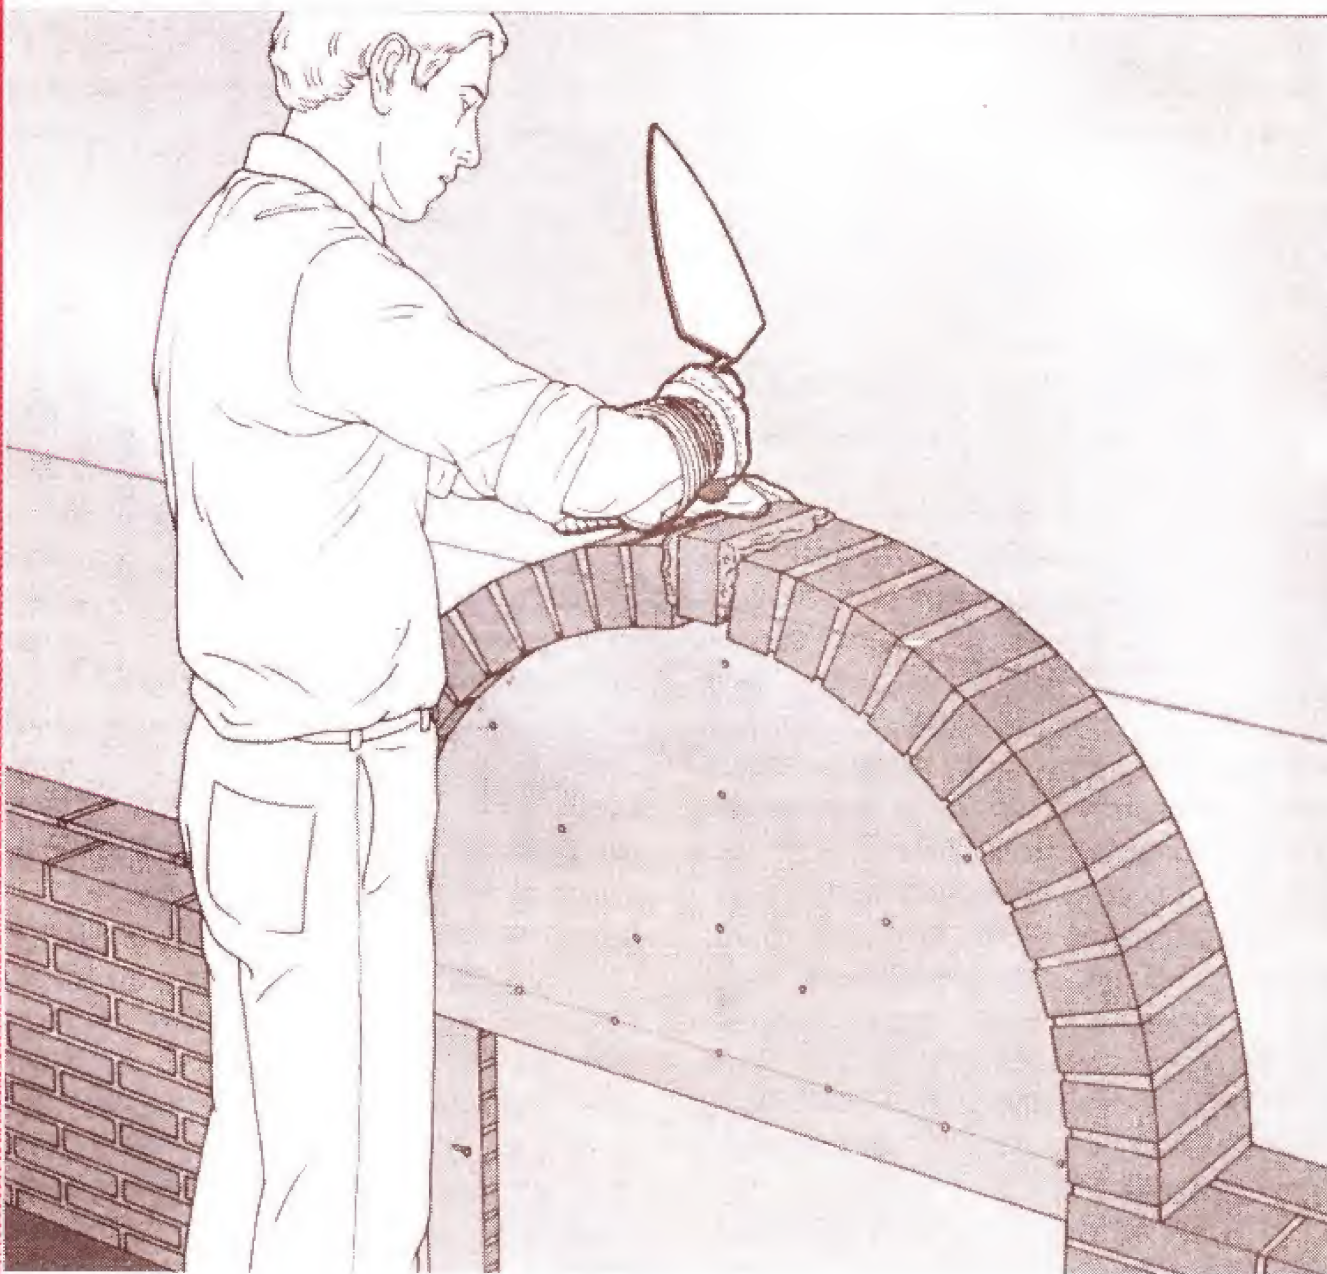

Рис.7.
5. Укладання ключової цегли (рис.7). Нанесіть розчин на один з боків отвору, залишеного для ключової цеглини. Потім нанесіть розчин на ключову цеглину, використовуючи техніку, описану в п. 4, зі скосом у напрямку площини софіта. Вставте цеглину в отвір і рукояткою кельні вбийте її впритул до "центра". Дочекайтеся, поки розчин частково схопиться, і зачистіть стики кладки, що виходять назовні.